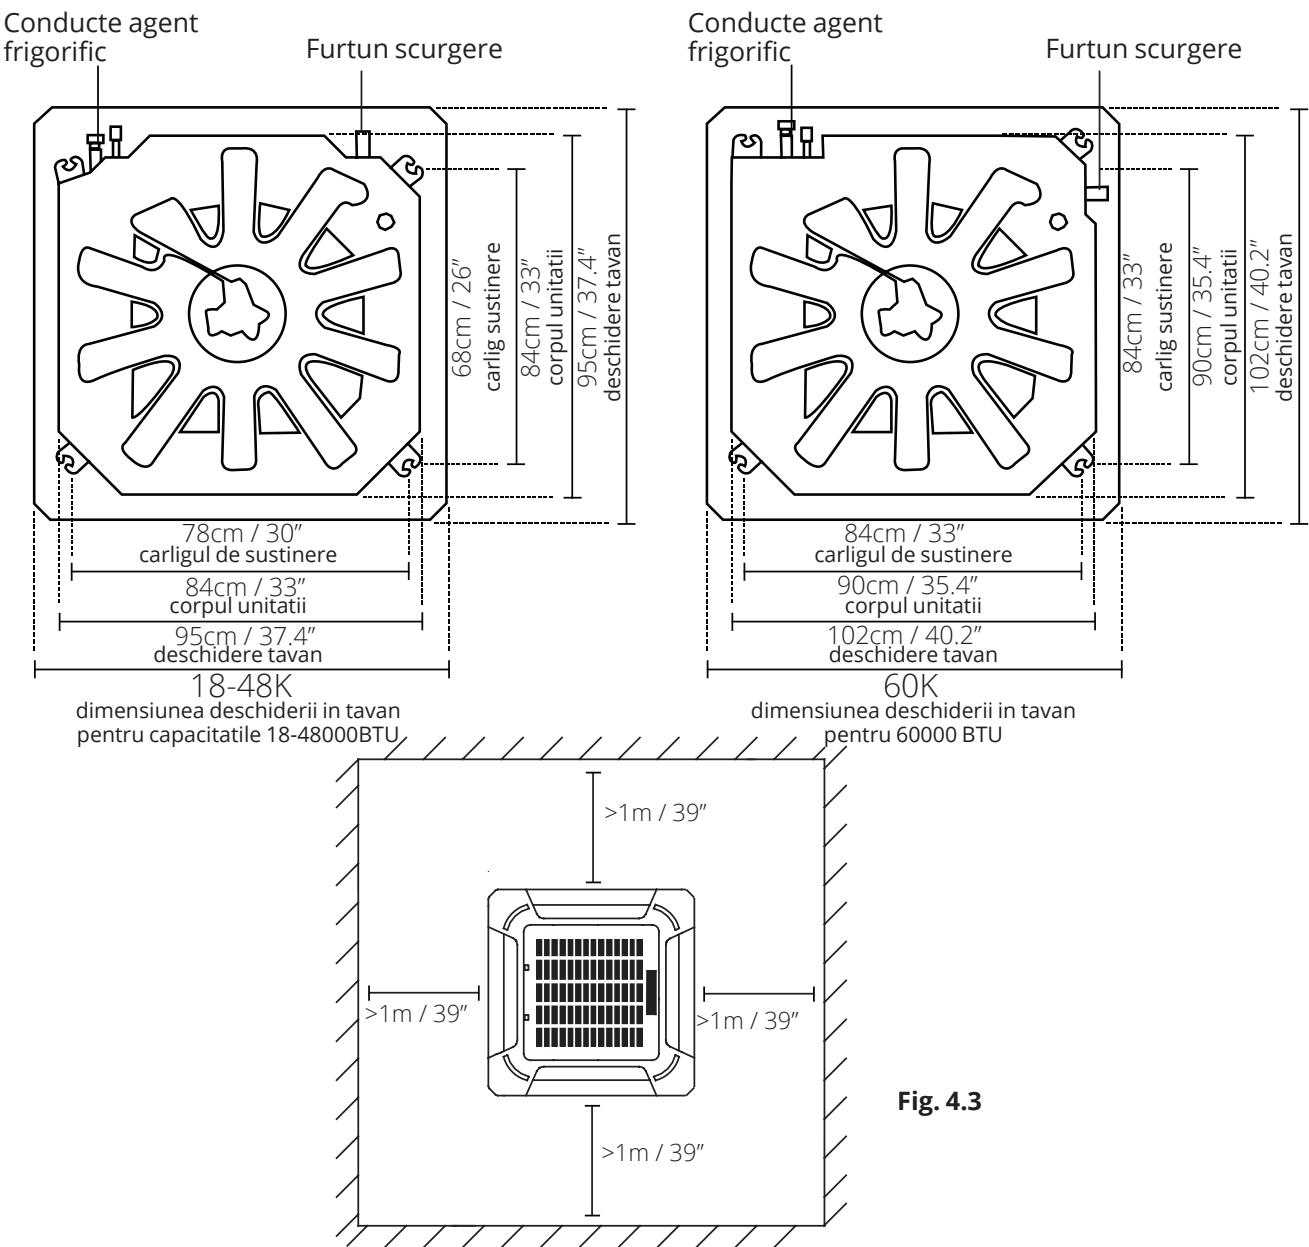

Fig. 4.3
- Utilizati sablonul din carton pentru a taia plafonul fals conform dimensiunilor necesare, lasand liber cel putin 1m pe fiecare parte. Dimensiunea taiata va fi cu 4cm mai mare decat dimensiunile unitatii interioare (Fig 4.3). Marcati zonele in care veti face gaurile pentru carligele de tavan.